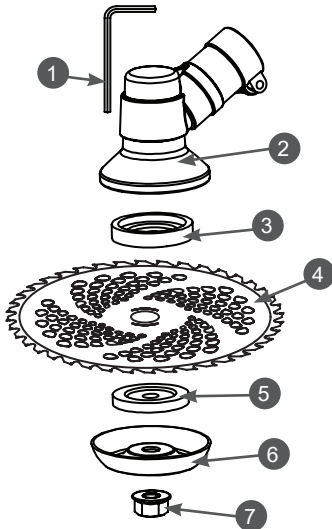

Рис. 3 Установка ножа
1. Установите защитную шайбу 3 на вал редуктора 2 (Рис. 3).
- Установите в отверстие редуктора стопор 1 (Рис. 3).
- Установите нож 4 на защитную шайбу 3 редуктора (Рис. 3).
- Установите прижимную шайбу 5, опорную чашку 6 и закрепите гайкой 7 (Рис. 3).